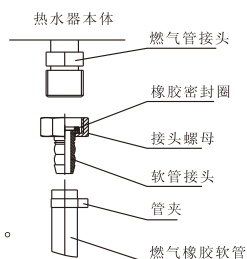

图2
- a. 先将本机随机所配燃气接头接到热水器供气管接头上(注意要装上橡胶密封圈)。然后用内径为 $\phi 9.5\text{mm}$ 燃气专用橡胶软管连接，按图2所示，用管夹夹紧。